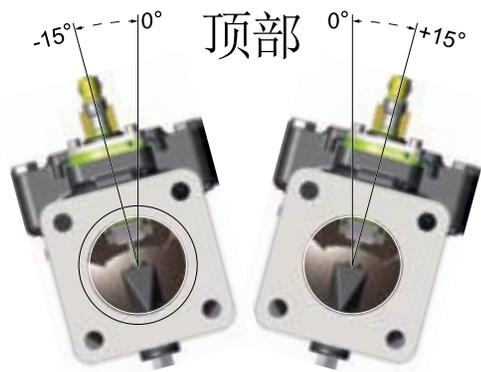

图 30
1. 在定位歧管时，确保流量计朝上（图 30）。
重要事项: 超过 $\pm 15^\circ$ 倾斜角安装泡沫歧管可能会导致读数不准确 (图 30)。